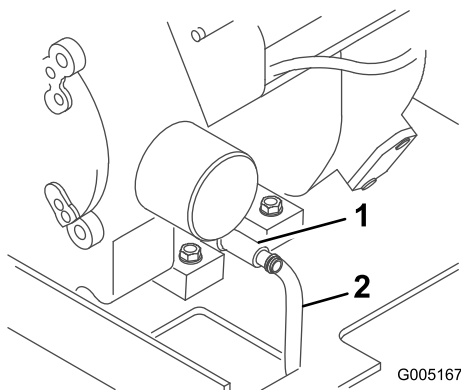

Figura 25
4. Coloque un extremo de la manguera en la válvula de drenaje y el otro extremo en un recipiente (Figura 25).
5. Abra la válvula de drenaje girándola en sentido antihorario y tirando de ella hacia fuera mientras la gira (Figura 25).